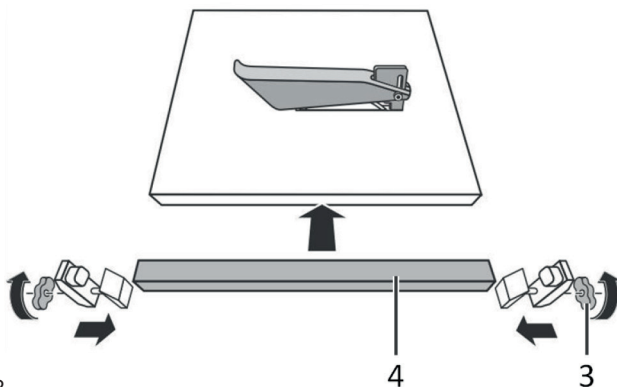

Рис. 2
Установите параллельный упор (4) и закрепите его винтами фиксации (3) (рис. 2).